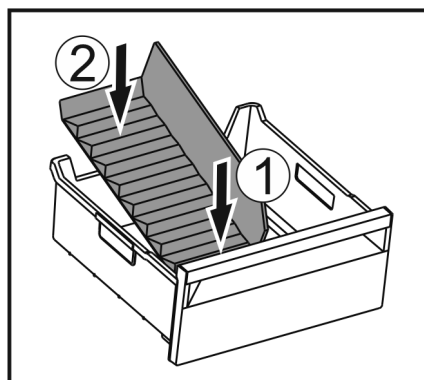

Fig. 154
- ▶ Pange jääkambrieraldaja eesmine osa sisse. Fig. 154 (1)
- ▶ Langetage jääkambrieraldaja tagumine osa sahtlipõrandani. Fig. 154 (2)